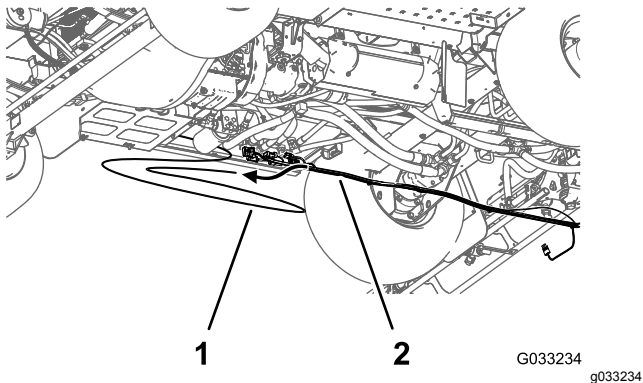

Bild 53
4. Ziehen Sie den Druckmessschlauch für das Messgerät am Armaturenbrett aus dem hinteren Maschinenkabelbaum (Bild 53).